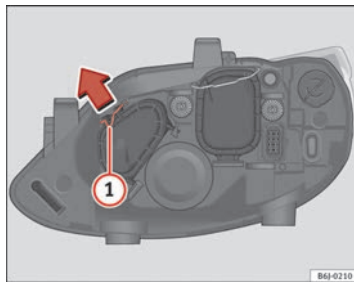

Abb. 151 Fernlicht
- Verschieben Sie die Strebe ① in Pfeilrichtung und nehmen Sie den Deckel ab ⇒ Abb. 151. ▶